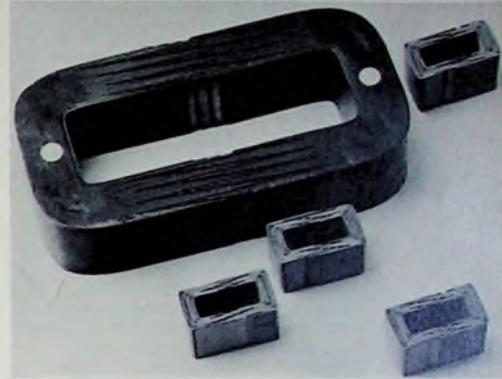
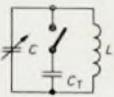

Bild 2 Transformatorkerne mit Stufenluftspalt aus kornorientiertem Elektroblech
Bild 1 Parallelnachstimmung durch eine Kapazitätsdiode, die wie ein anschaltbarer Zusatzkondensator  $C_T$  wirkt
Neben der Schnittbandkern-Technik haben sich die Hersteller auch um andere Lösungswege bemüht. Der einseitig geschnittene und nur an der Schnittstelle verfestigte Klappkern ist nur für größere Abmessungen realisierbar. Er hat sich aus verschiedenen Gründen, hauptsächlich wegen seiner starken Brummeigung, nicht durchsetzen können. Eine neue Luftspalttechnik, der sogenannte Stufenluftspalt, verspricht dagegen besonders für Kleintransformatoren günstige Einsatzmöglichkeiten (Bild 2). Allerdings erfordert der Stufenluftspaltkern (SLK) höhere Werkzeugkosten, also Großserien. Wie schon erwähnt (s. Bild 1), bestimmt das Verhältnis von Luftspalt  $s$  (für Schnittbandkerne in Normalgüte 0,03 mm) zur Eisenweglänge  $l_m$  den Scherungsgrad. Kleine Schnittbandkerne liegen also magnetisch grundsätzlich ungünstiger. Näheres läßt sich jedoch erst sagen, wenn die Garantiedaten für die in Erprobung befindlichen SLK-Typen festliegen.
Die einfachste Schaltung erhält man, wenn Drehkondensator und Kapazitätsdiode parallel geschaltet werden. Die Kapazitätsdiode ist im Bild 1 durch
In der Praxis erreicht das Verhältnis  $f_{\max}/f_{\min}$  häufig den Wert 3,3, und der Frequenzhub würde dann im Verhältnis 1 : 36 schwanken. Die Schaltung nach Bild 1 ist deshalb kaum anwendbar.
Zum Vergleich mit der Schaltung nach Bild 1 kann man nun mit Gl. (5) und Gl. (6) das Verhältnis  $\Delta f_h/\Delta f_n$  bilden und gängige Werte einsetzen. Zum Beispiel  $C_{\max} = 500$  pF,  $C_p = 2,5$  nF,  $C_s = 10$  pF und  $f_{\max}/f_{\min} = 3,3$ . Der noch fehlende Wert von  $C_{\min}$  kann aus den gegebenen mit Gl. (3) und Gl. (1) zu  $C_{\min} = 28$  pF berechnet werden. Das Verhältnis der Extremhübe ergibt sich dann zu  $\Delta f_h/\Delta f_n = 1/6,1$ . Es hat damit zwar noch keinen brauchbaren (nahe bei 1 liegenden) Wert erreicht, da es aber im Gegensatz zur Schaltung nach Bild 1 weniger als 1 beträgt, läßt eine Kombination beider Schaltungen die Möglichkeit einer wenigstens teilweisen Kompensation erwarten.